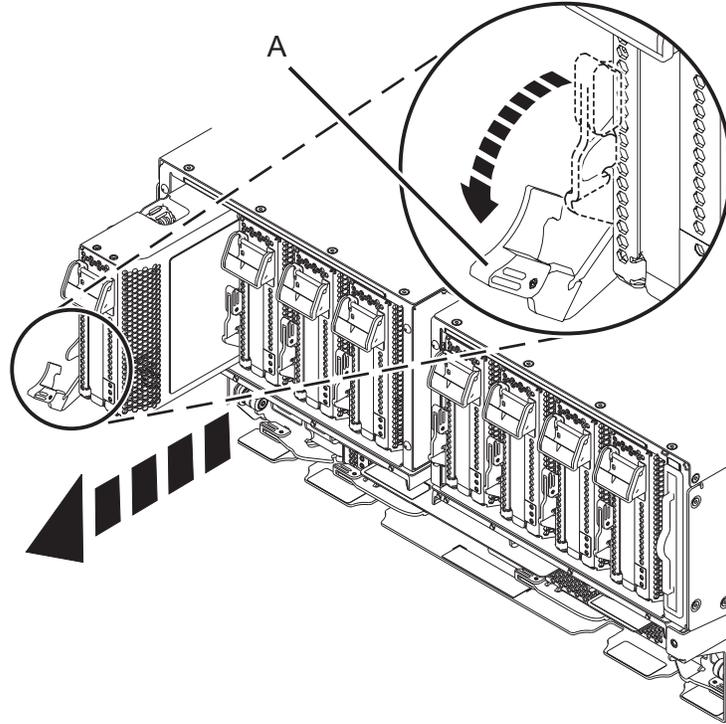

Figura 26. Remover uma cassete do adaptador PCIe do sistema
- b. Rode a pega da cassete terracota (**A**) na direcção apresentada na Figura 26 na página 27 e, em seguida, pressione para baixo a pega (**A**) para desengatar a cassete dos conectores da ranhura.